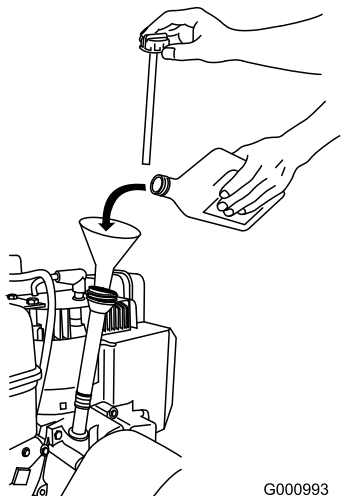

Figure 42
2. Sortez de nouveau la jauge et contrôlez le niveau d'huile (Figure 42). Si le niveau est en dessous du repère Add sur la jauge, ajoutez de l'huile (voir Plein d'huile du carter moteur).